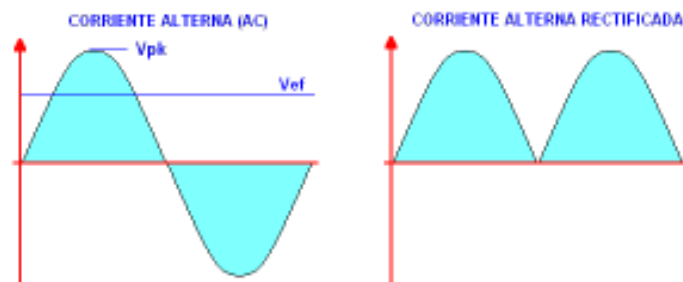

figura 4
Un detalle a tener en cuenta es la diferencia que existe entre **tensión eficaz** y **tensión de pico**. Cuando utilizamos corriente alterna las tensiones se dan en su valor eficaz, es decir, el valor que la tensión tendría si fuera continua, pero como esta no lo es, aparece otro parámetro que es la tensión de pico V_{pk} que podemos ver gráficamente en la figura 4 y que esta relaciona con la tensión eficaz mediante la siguiente ecuación:
La mayoría de los circuitos electrónicos utilizan para funcionar corriente continua (DC), mientras que, como hemos comentado anteriormente, la tensión que llega y sale del transformador es alterna (AC). Para poder transformar esta corriente alterna en continua utilizamos un circuito basado en diodos semiconductores al que denominamos *rectificador*. En la figura 4 vemos la forma de la tensión alterna como sale del transformador y como queda después de rectificarla: